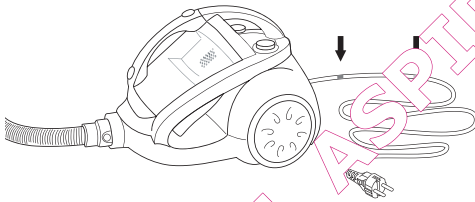

Figura 5 Marcas en el cable
5. El cable lleva un marcado amarillo y otro rojo, véase la figura 5. Desenrolle el cable hasta alcanzar la marca amarilla.